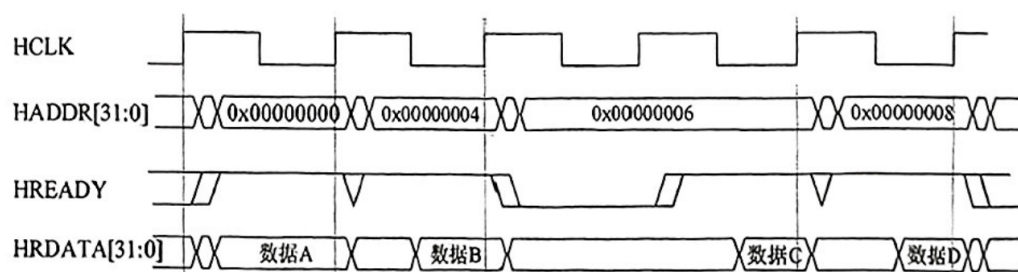

图 1 某 Cortex-M 系统 AHB 总线上的数据传输片段
已知图 1 为某 Cortex-M3 系统中总线上数据传输的某个片段。综合运用课程知识，并参考附录 3 信息，回答下列问题。
- （1）图 1 所示时序描述的 AHB 传输中数据的传输方向是什么？
- （5）依据 Cortex-M3 存储空间的区域定义，图 1 中总线操作访问的是哪个存储器区域？并简要说明该区域的主要用途。